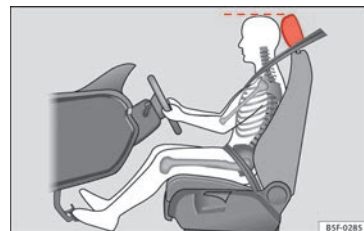

Fig. 73 Posição correta do encosto de cabeça do condutor.
- Ajuste o encosto de cabeça de modo a que o rebordo superior do mesmo fique alinhado com a parte superior da sua cabeça » **Fig. 73.**